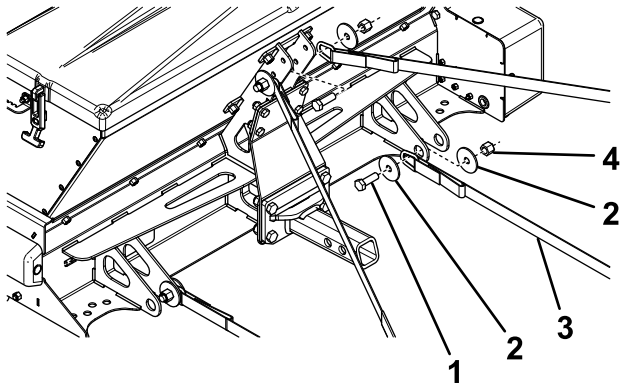

Figura 8
3. Sujete el extremo que lleva anillo en D de las correas con carraca al armazón del esparcidor con 2 pernos (1/2" x 1 1/2"), arandelas (1/2") y contratuercas (1/2"), como se muestra en la Figura 8.